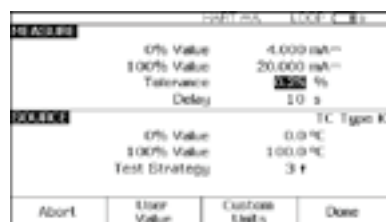

Figura 21.
3. Si no ha configurado la fuente en el paso anterior, pulse el botón Medir/Generar y configure la fuente para un termopar tipo K. Pulse Medir/Generar hasta que esté en la pantalla dual. Pulse la tecla programable **As Found** y **ENTER** para seleccionar la calibración del instrumento. Mueva el cursor hasta **Tolerance** (Tolerancia) e introduzca la tolerancia de prueba apropiada (0,25% en este ejemplo). Compruebe que el Valor correspondiente a 0% y el Valor correspondiente a 100% sean los valores operativos nominales correctos para el transmisor (0 y 100 °C en este ejemplo; Figura 21). Si los valores del rango inferior (0%) y superior (100%) (LRV y URV) han sido modificados previamente con fines de calibración, deberá introducir los valores nominales. Por ejemplo, si una calibración anterior modificó el URV a 100,2 °C, deberá introducir de forma manual el valor nominal de 100 °C para el valor del 100% correspondiente. La introducción de los valores nominales del intervalo y cero garantiza que los errores se calcularán correctamente.